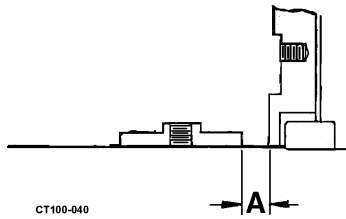

Figura 33 - Dimensioni collare di comando a piastra posteriore
Tabella 9: Legenda dimensioni per Figura 33
3. Porre un contrassegno sull'albero in posizione "A" dietro la piastra posteriore. Vedere Figura 33.
6. Posizionare il collare di comando in funzione del contrassegno e fissarlo all'albero con le viti di arresto. Vedere Figura 33.